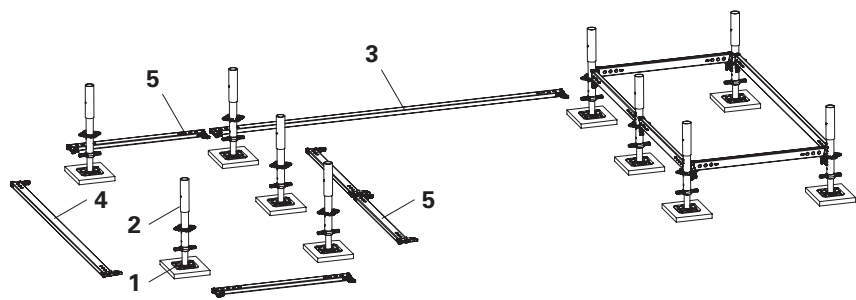
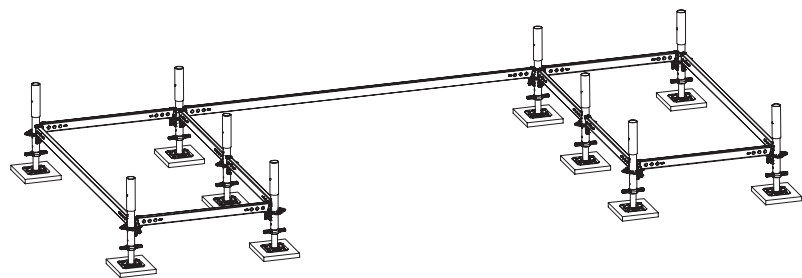

Fig. A1.03
Fig. A1.04
5. Collegare i montanti di base ai correnti orizzontali. Per il momento non battere sui cunei con il martello. (Fig. A1.03, Fig. A1.04)